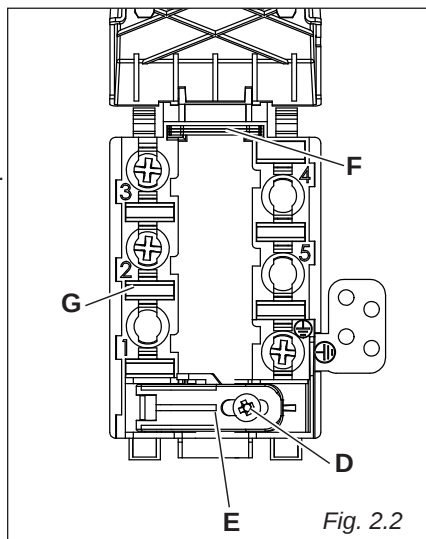

Fig. 2.2
- Desaparafuse o parafuso “D” e abra completamente o fixador de cabo “E” (fig. 2.2).